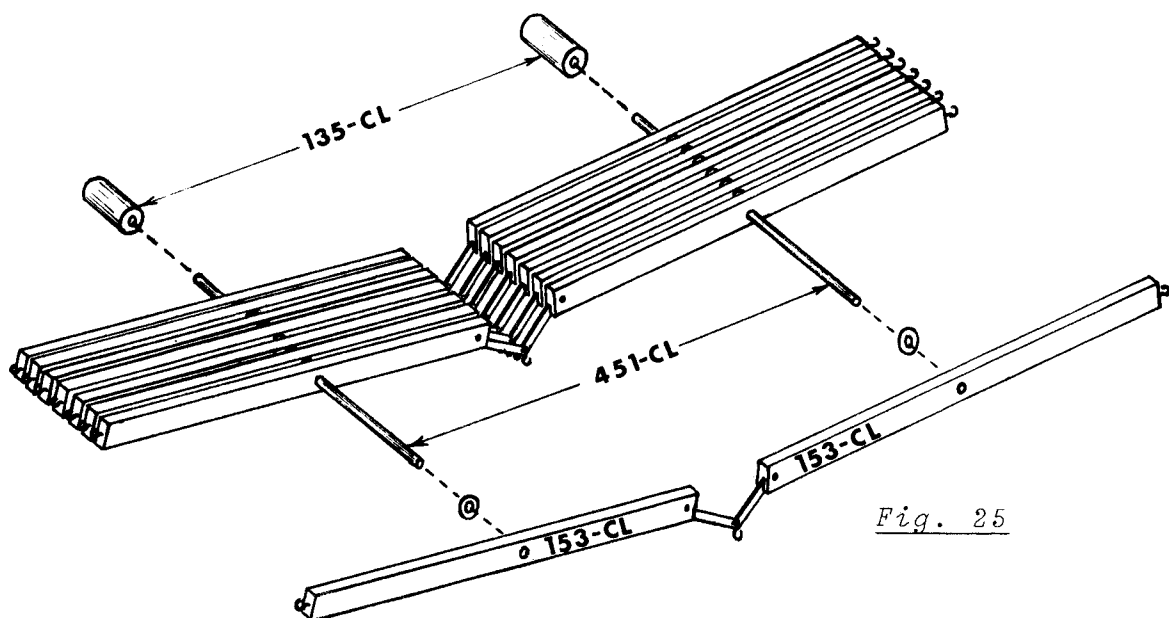

Fig. 25
| <p>(I) Enlever les douilles de bois à l'arrière des bascules. Installer les 4 bascules additionnelles sur chaque tige. (Mettre une rondelle entre chaque bascule.) Mettre une douille de bois sur chaque tige (en arrière des bascules) et replacer cet ensemble sur les traverses comme il était précédemment. (Fig. 25)</p> <p>(II) Relier les cadres à lames aux bascules (Suivre les instructions données précédemment pour le métier 4 lames.)</p> <p>(III) Placer les contremarches dans les guides des contremarches. (Suivre les instructions données précédemment pour le métier 4 lames.)</p> | <p>(I) Remove the jack spacers at the rear of the jacks. Install 4 additional jacks on each rod. (Put a washer between each jack.) Put a wooden jack spacer on each rod (in rear of the jacks) and replace this set on cross as it was previously. (Fig. 25)</p> <p>(II) To connect harnesses to jacks. (Follow instructions for the 4-harness loom.)</p> <p>(III) To place the lam in the lam dividers. (Follow instructions as for the 4-harness loom.)</p> |